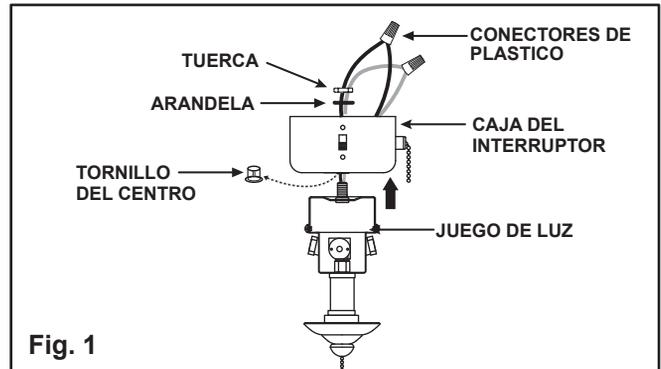

Fig. 1
1. Quite y deseche el tornillo del centro de la caja del interruptor. Una el kit de luz a la caja del interruptor pasando los cables del kit de luz (blanco y negro) a través del agujero de la caja del interruptor y luego atornillelo en la caja del interruptor con la tuerca y la arandela de cierre. Asegúrese de que el kit de luz esté bien sujeto para evitar que vibre. (Fig. 1)